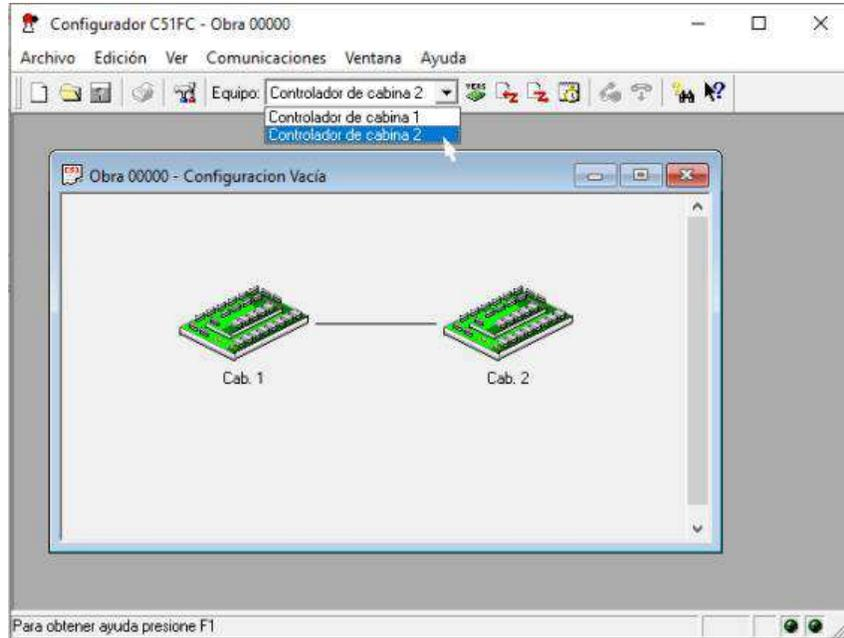
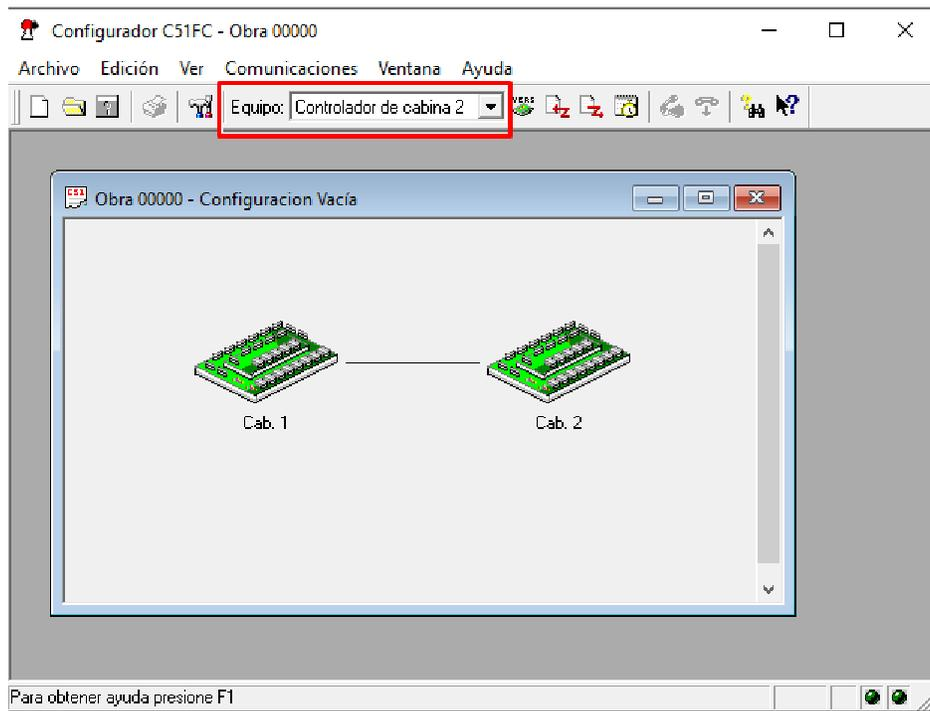

Figura 12
Figura 13
- 3) Sin cerrar el configurador, conectar el controlador correspondiente al esclavo a la PC, luego seleccionar "Controlador de cabina 2" en el combo "Equipo:" de la barra de herramientas del programa de configuración (Figura 12 y Figura 13), y luego hacer clic en el icono "Recibir configuración" de la barra de herramientas (Figura 11)